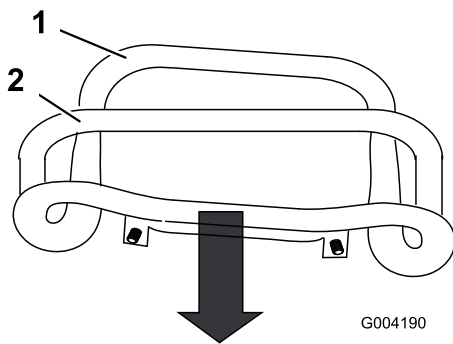

Figura 54
3. Tire hacia atrás del control de tracción hasta que la parte delantera del control entre en contacto con la barra de referencia (Figura 54).